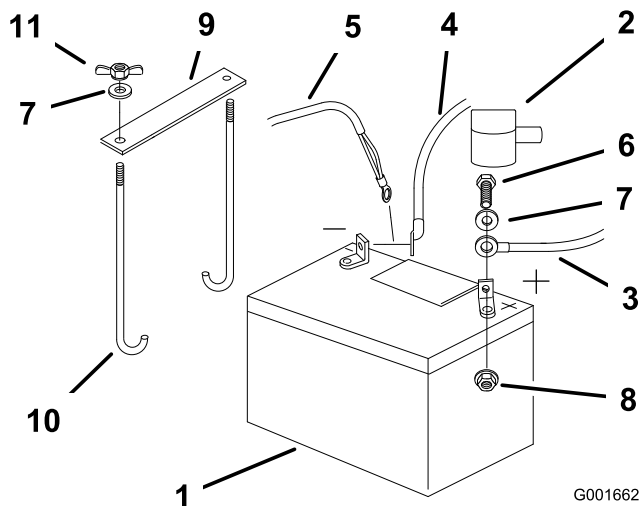

Bild 40
4. Klemmen Sie zunächst das Minuskabel und den Erdungsdraht vom Minuspol (-) der Batterie ab (Bild 40).
5. Ziehen Sie die rote Polkappe vom (roten) Pluspol der Batterie ab. Ziehen Sie dann das (rote) Pluskabel ab (Bild 40).
6. Nehmen Sie beide Flügelmutter ab (1/4 Zoll), mit denen die Batterieklemme befestigt ist (Bild 40).
1. Setzen Sie die Batterie in das Batteriefach ein, die Pole sollten zum Motor zeigen (Bild 40).
4. Befestigen Sie die Kabel mit zwei Schrauben (1/4 x 3/4 Zoll), 2 Scheiben (1/4 Zoll) und 2 Sicherungsmuttern (1/4 Zoll) (Bild 40).
6. Befestigen Sie die Batterie mit J-Schrauben, einer Befestigungsklemme und 2 Scheiben (1/4 Zoll) und 2 Flügelmutter (1/4 Zoll) (Bild 40).